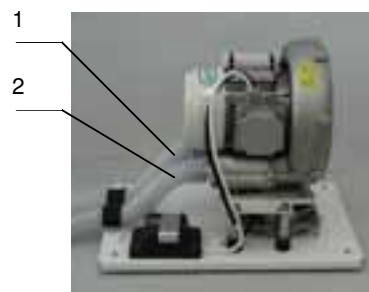

Рис.2
К отсасывающему агрегату (рис.2) присоединены два шланга для всасывания и выпуска. Шланги со входа (1) и выхода (2) агрегата подводятся к задней стенке шкафчика и выходят через заднее отверстие или подсоединены к трубопроводу в полу. Всасывающий шланг присоединен к распределительной сети электроприбора (дентальной установки), а выходной шланг подсоединен к распределительной сети, находящейся вне рабочего пространства пользователя.